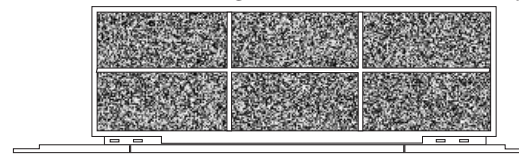
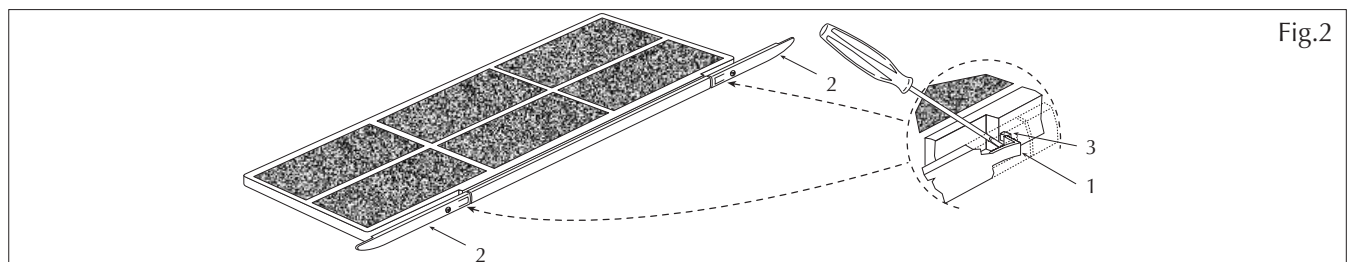

Fig. 1
Fig. 2
- dans les versions FCX-ACB, le filtre à air doit être adapté à la nouvelle configuration en modifiant la position du support externe par rapport au châssis du filtre (Fig. 1): en faisant pression avec un tournevis sur la languette (1 Fig. 2), déplacer le support externe (2) jusqu'à ce que la languette dépasse la dent (3). Relâcher ensuite la languette de façon que la position relative entre support et filtre corresponde à celle indiquée dans la figure 1. Il est nécessaire que, le châssis de l'appareil étant décentré par rapport à la carrosserie, les pieds soient également inversés.